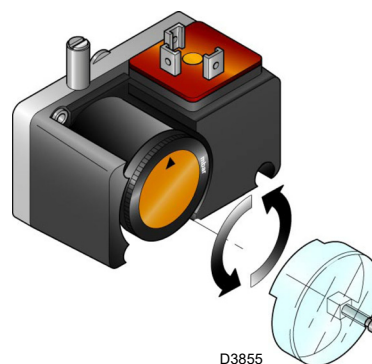

Abb. 35
- Regeln Sie den Minimal-Gasdruckwächter (Abb. 35 auf Seite 34) auf den Skalenanfang.
Die Einstellung des Minimal-Gasdruckwächters (Abb. 35) durchführen, nachdem alle anderen Einstellungen am Brenner vorgenommen wurden. Dabei muss der Druckwächter auf den Anfang der Skala gestellt sein.